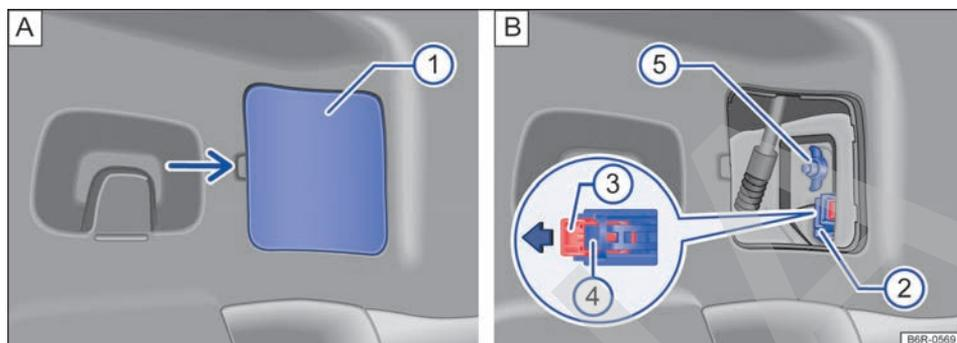

Fig. 118 Lateralmente en el maletero: A: desinstalar la cubierta, B: retirar la linterna trasera.
3. Retirar con cuidado la cubierta ① → fig. 118 A.
4. Retirar el conector de alimentación, primero tirar de la traba roja ③ en el conector ② en el sentido de la flecha → fig. 118 B. Para ayudar, utilizar un destornillador.
5. Presionar el bloqueo ④ y retirar el conector ② → fig. 118 B.
6. Soltar el tornillo mariposa ⑤ → fig. 118 B y retirarlo, sosteniendo al mismo tiempo, la linterna trasera.
7. Tirar cuidadosamente de la linterna trasera hacia afuera, para desencajarla de la carrocería → ①.
17. Sostener la linterna trasera en la posición de montaje con una de las manos y atornillar con la otra el tornillo mariposa ⑤ → **fig. 118 B**.
19. Colocar el conector ② en el soporte de las lámparas y presionar el bloqueo ③ en la dirección contraria a la flecha en el conector → **fig. 118 B**.